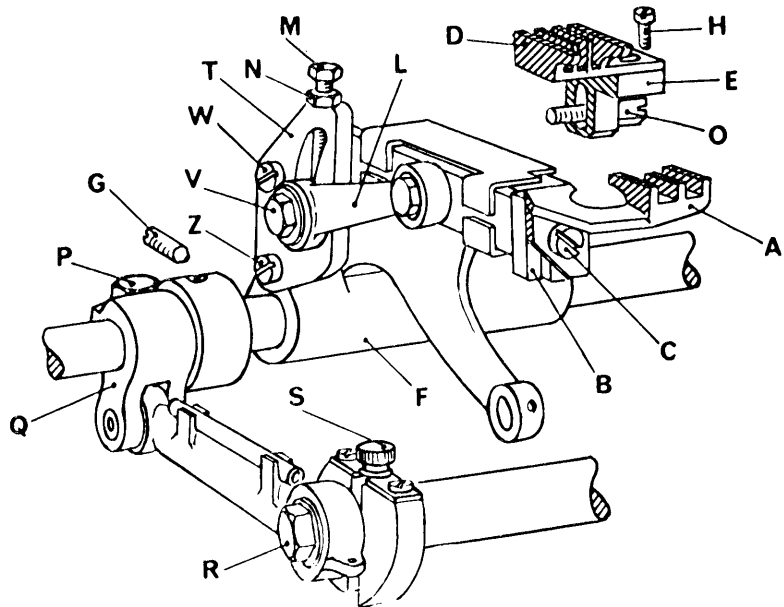

fig. 8
6. Montaggio e regolazione griffe (fig. 8)
Centrata griffe (fig. 8)
Regolazione differenziale (fig. 8)
- Per regolare la lunghezza del punto si deve allentare il dado R (fig.8) e ruotare la vite S dell'allungapunto; in senso orario si accorcia il punto, in senso antiorario si allunga.
e) Variazione lunghezza punto (fig. 8)